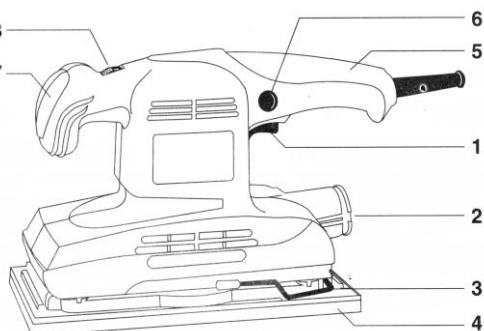

Рис. 1
- Нажмите кнопку выключателя **1** (см. рис.1). Машина включится;
Шлифовальная бумага устанавливается на подошве **4** (см. рис.1) и крепится к ней передним и задним зажимом **3** следующим образом.